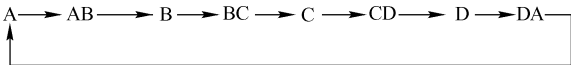

图 6-27 通电过程图
1) 按下起动按钮，定子磁极 A 通电，1 s 后 A、B 同时通电；再过 1 s，B 通电，同时 A 失电；再过 1 s，B、C 同时通电……，以此类推，其通电过程如图 6-27 所示。